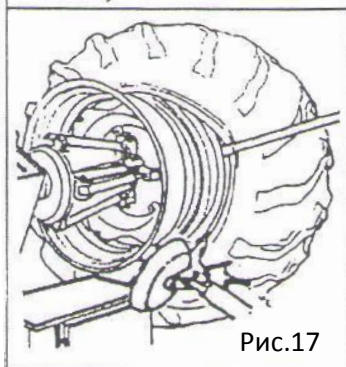

Рис.17
- 8) Переместить монтажную лапу в нерабочее положение и опустить зажим. Шина придет в контакт с опорной плоскостью платформы (4). Сдвинуть опорную платформу колеса наружу, чтобы освободить место для извлечения камеры.
- 13) С правой стороны от монтажной головки вставить стержень между ободом колеса и бортом шины (см. рис. 17).